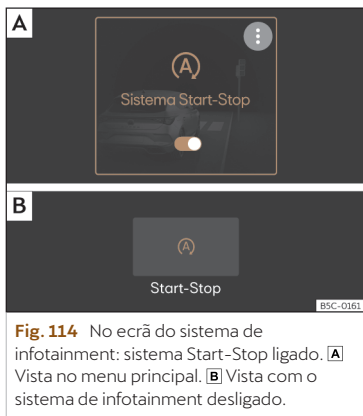

Fig. 114 No ecrã do sistema de infotainment: sistema Start-Stop ligado. [A] Vista no menu principal. [B] Vista com o sistema de infotainment desligado.
Quando o símbolo (A) aparecer em cor de laranja >>> **Fig. 114** o sistema está ativado e fará a paragem e o arranque. Quando o símbolo (A) aparecer em branco o sistema está desligado.